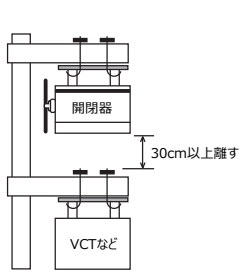

図5
- ④開閉器の下にVCTなどを取付けられる際は、開閉器底面より30cm以上離してください。(図5)